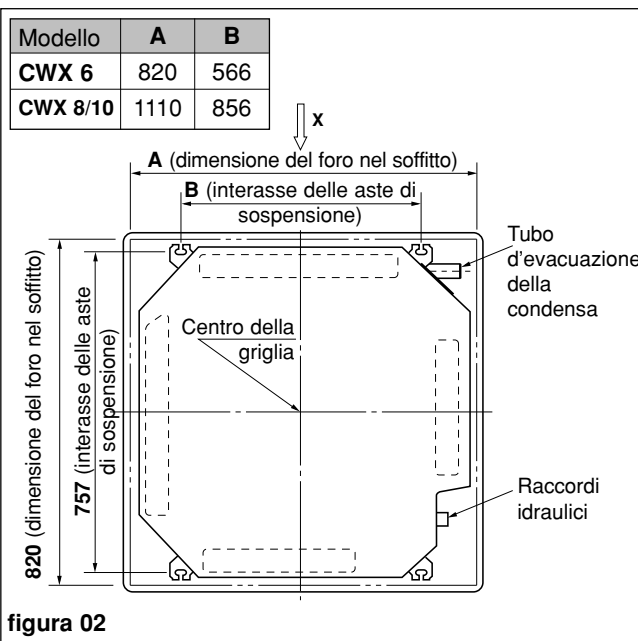

figura 02
- Vedere le misure sulla tabella qui di fianco (figura 02).